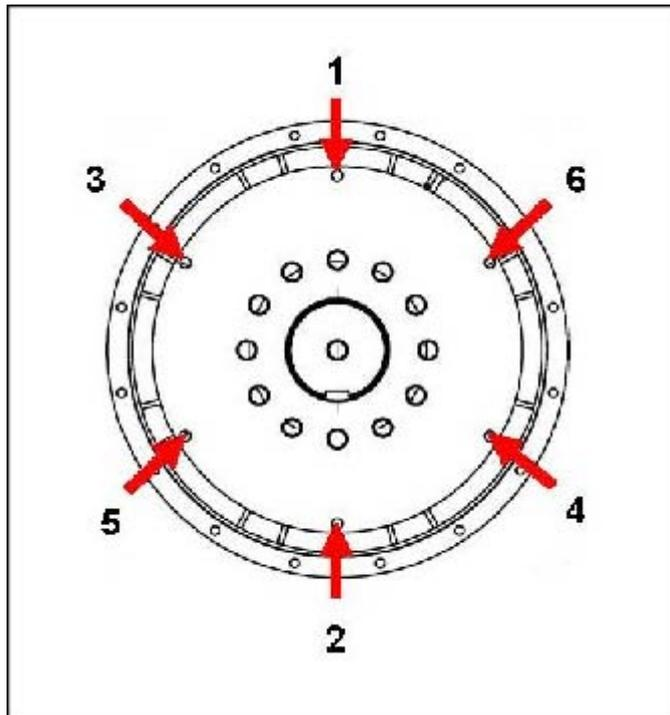

ABBILDUNG 23. REIHENFOLGE DER BEFESTIGUNG AN SCHWUNGRAD
10. Kupplungsbefestigungsschrauben am Schwungrad in der Reihenfolge festziehen wie dargestellt in. Abbildung 23 auf Seite 42